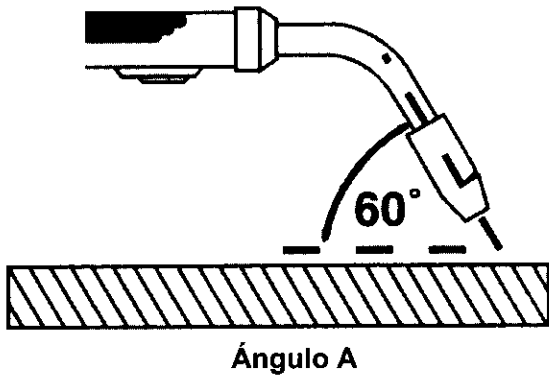

Figura 9. Posición de la pistola, Ángulo A
1. Ángulo A (Figura 9) puede variarse, pero en la mayoría de los casos el ángulo óptimo es 60 grados; o sea